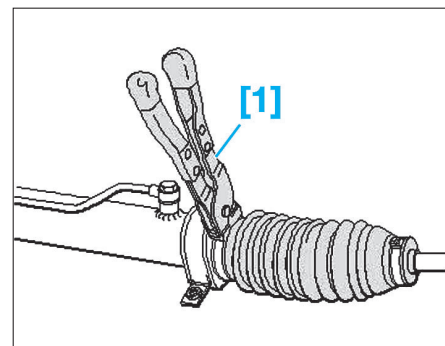

Fig. 15
- Tendre le collier de serrage à l'aide de l'outil [1] (Fig.15).